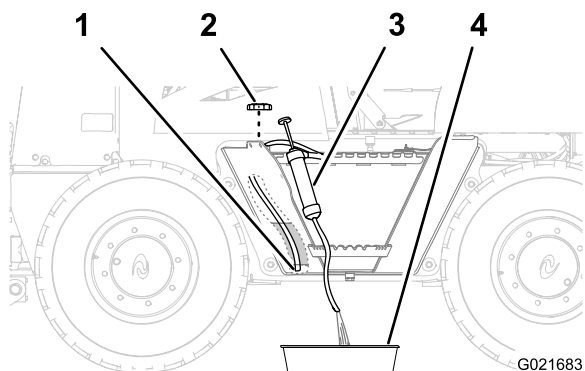

Рисунок 54
- Снимите крышку топливного бака (Рисунок 54).
- Проложите входной шланг сифонного оборудования через заливную горловину топливного бака и к его нижней части (Рисунок 54).
- Направьте выпускной шланг сифонного оборудования в сливной поддон (Рисунок 54).
- Установите крышку на заливную горловину топливного бака (Рисунок 54).